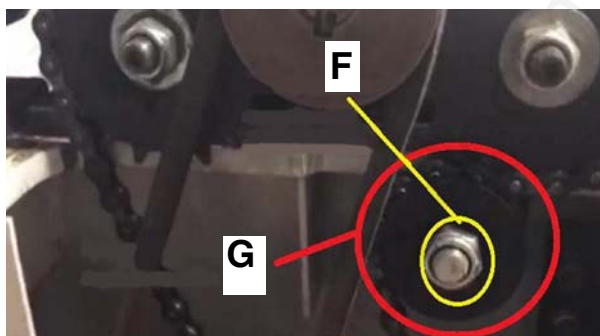
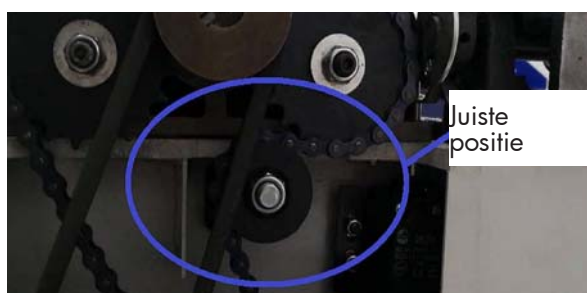

Fig. 26: Het tandwiel losmaken
Fig. 27: Juiste positie van het tandwiel
4. Draai de schroef (F, fig. 26) los en duw het tandwiel naar links om de spanning van de ketting te verhogen (G, fig. 26).
5. Draai de schroef (F, fig. 26) vast zodat het tandwiel zich in de juiste positie bevindt (fig. 27).